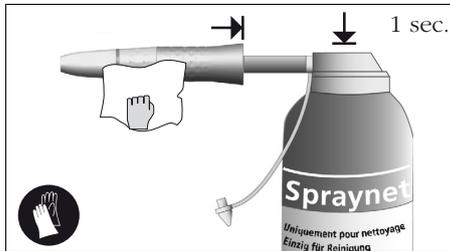

рис. 4
- Сбрызните внутренние и внешние поверхности инструмента **рис. 4**, чтобы удалить остатки, и тщательно почистите поверхности.
Распылите во внутреннюю часть инструмента чистящее средство **Spraynet**, **рис. 4**, чтобы удалить остатки чистящего средства и воды, т.к. они могут повредить и заблокировать внутренние части инструмента. Если это необходимо, используйте чистую впитывающую салфетку.